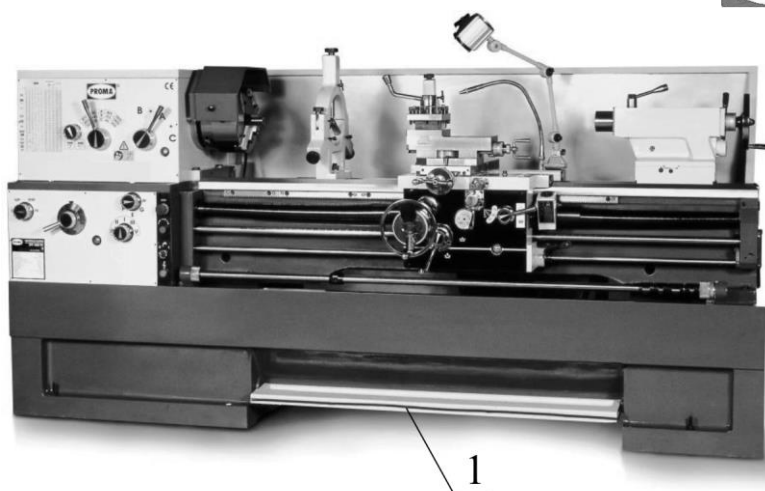

Рисунок 11.
**Ножной тормоз (см. рис. 11).**